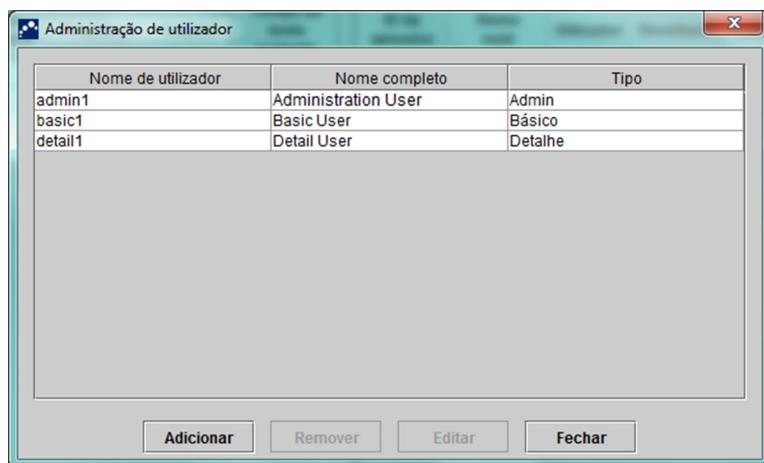

Figura 2-74. Caixa de diálogo Administração de utilizador
1. Na janela GeneXpert Dx System (consulte a figura 2-55), no menu **Configuração**, clique em **Administração de utilizador**. É apresentada a caixa de diálogo Administração de utilizador. Consulte a figura 2-74.